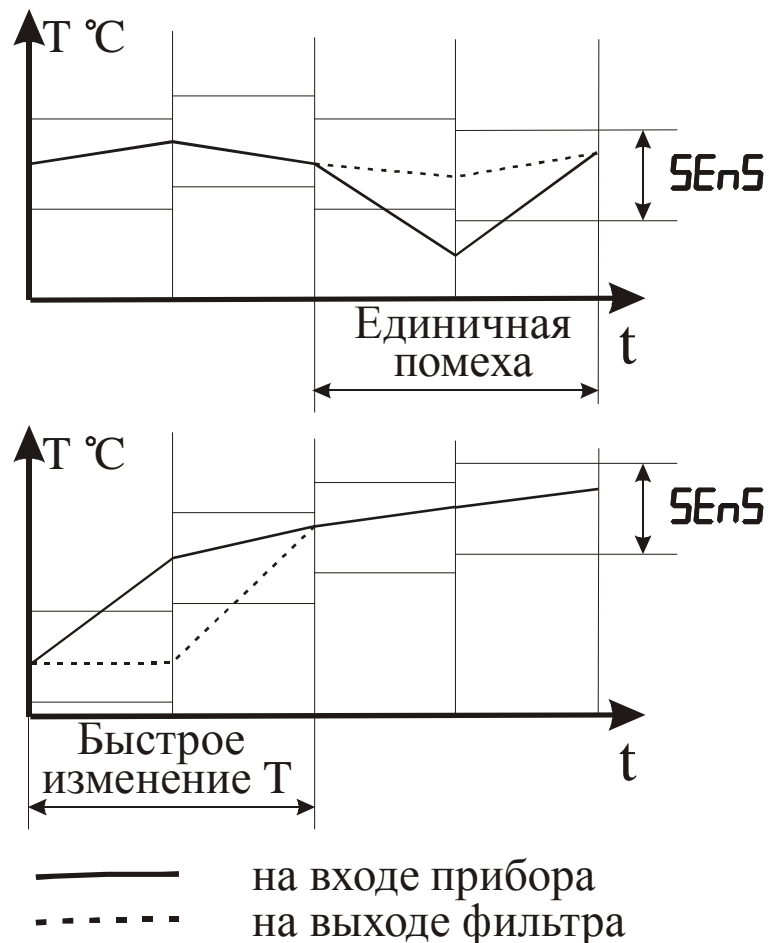

Рисунок 3.8 – Работа фильтра при воздействии случайной помехи и быстром изменении сигнала
3.3.3.7 С целью уменьшения влияния случайных импульсных помех на показания в прибор введена цифровая фильтрация. Работа фильтра описывается параметром "Полоса фильтра". Если текущее значение температуры отличается от результатов предыдущего измерения на значение, которое превышает указанное в параметре "Полоса фильтра", то проводится повторное измерение температуры, а на индикаторе остается старое значение (см. рисунок 3.8).